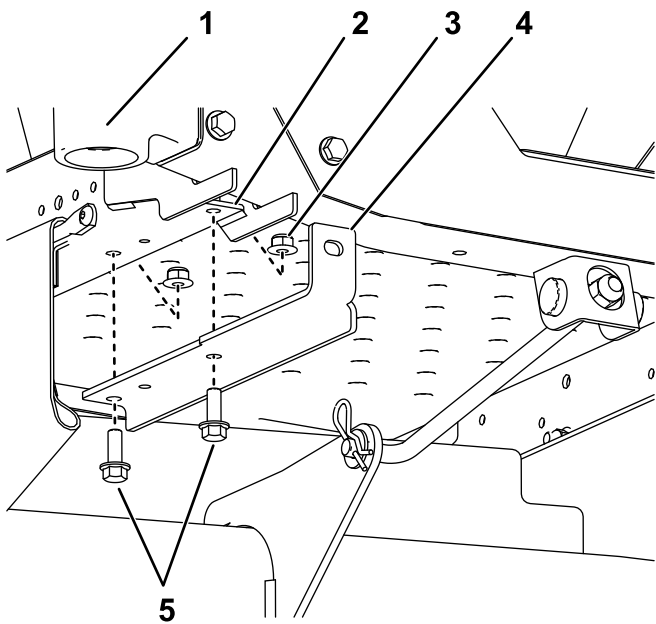

Figura 4
1. Instale os suportes de montagem do peso no lado inferior da estrutura utilizando dois parafusos ($\frac{3}{8}$ pol. x 1 pol.) e duas porcas de bloqueio ($\frac{3}{8}$ pol.) como se mostra na Figura 4.